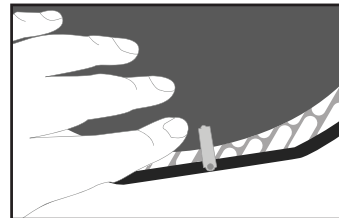

Fig. 17
3. Si un filtre à COV est utilisé, l'enlever en faisant glisser les 4 barrettes vers l'extérieur. Voir Fig. 17
7. Si un filtre à COV est utilisé, le remettre et le fixer à l'aide des 4 barrettes. Voir Fig. 17